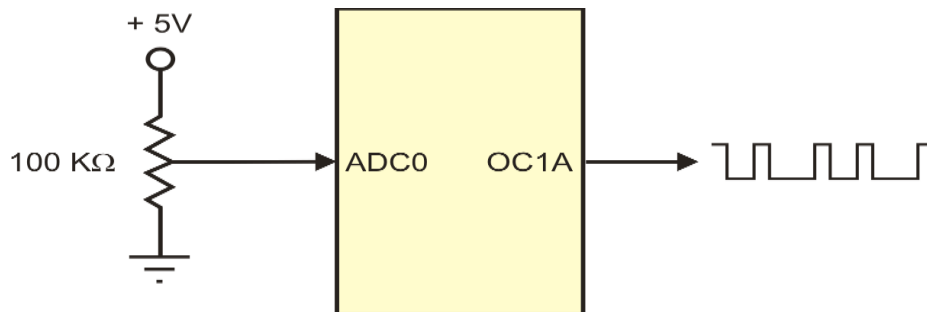

Figura 5.14 Generación de una señal PWM con un ciclo útil proporcional al voltaje en el ADC
1. Genere una señal PWM de 10 bits en modo no invertido, en donde el ciclo de trabajo sea proporcional al voltaje proporcionado por un potenciómetro conectado al canal 0 del ADC, como se muestra en la figura 5.14.